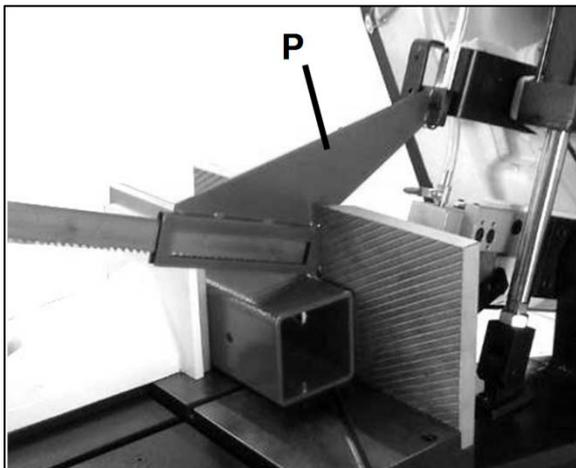
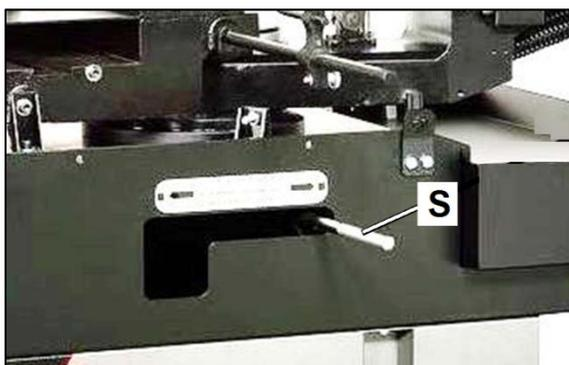

Figure 7-4 : Palpeur de matériau
Figure 8-1 : Réglage d'usage des onglets
2. Sélectionnez le mode de fonctionnement manuel : tournez le commutateur (M) vers la gauche.
3. Utilisez le commutateur (K) pour lever la scie à archet.
4. Déplacez le palpeur de matériau (P, Fig 7-4) vers le haut.
2. Placez le mode de fonctionnement (D) sur "Manuel".
3. Sélectionnez (K) pour lever la scie à archet vers le haut. Puis, déplacez le palpeur de matériau (P, Fig 7-4) vers le haut.
4. Utilisez le commutateur (L) pour ouvrir l'étau.
2. Appuyez sur le bouton (E) pour démarrer la pompe hydraulique.
3. Utilisez le commutateur (D) pour sélectionner le mode manuel
4. Utilisez le commutateur (K) pour lever la scie à archet.
5. Déplacez le palpeur de matériau (P, Fig 7-4) vers le haut.
6. Coupez l'alimentation principale (A).
7. Desserrez la scie à archet en tournant le levier de verrouillage (S, Fig 8-1) vers la gauche.